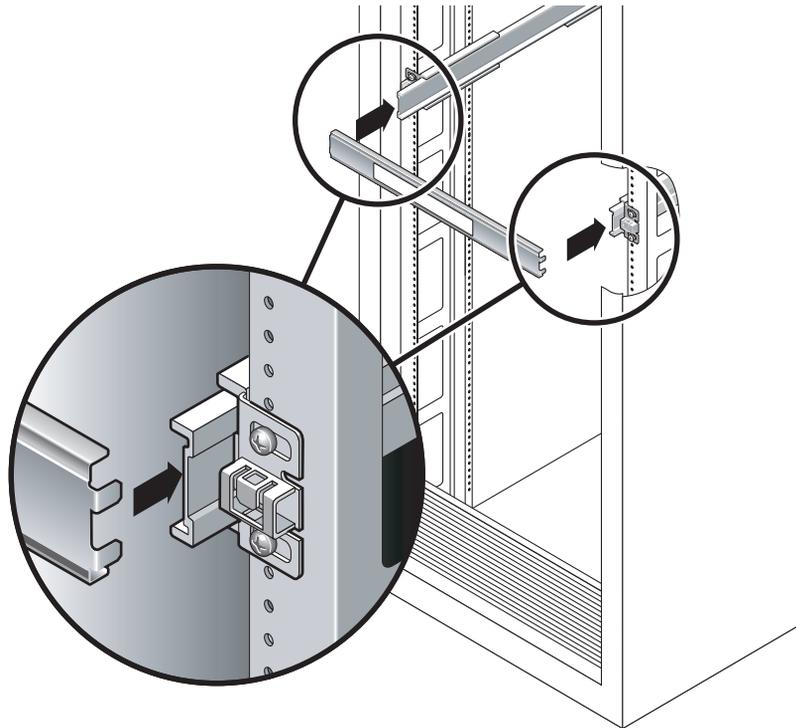

ABBILDUNG 3-28 Regulieren des Schienenabstands
- a. Stecken Sie auf der Rack-Vorderseite die linke Seite der Lehre in die Schlitzle am linken Schienenende (ABBILDUNG 3-28).